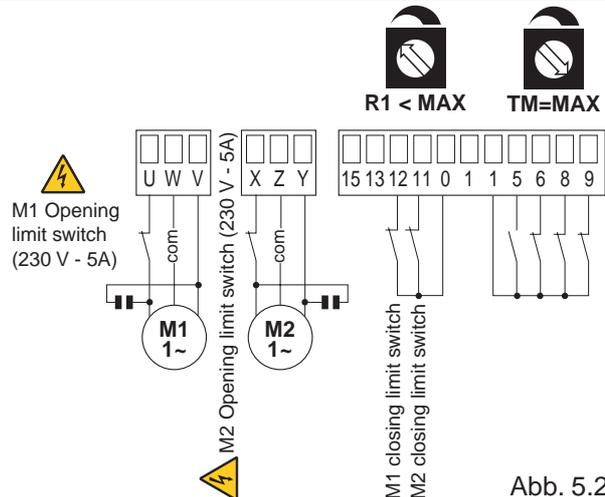

Abb. 5.2
- (Abb. 5.2) **Die Flügel stoppen über die Endschalter. Bei Hinderniserfassung reversieren die Antriebe.** Stellen Sie die Bewegungszeit TM auf MAX und schließen Sie die Kontakte N.C. der Schließendschalter an die Klemmen 0-11-12 und die Kontakte N.C. der Öffnungsendschalter in Reihe an die Phase Öffnen der einzelnen Motoren an.